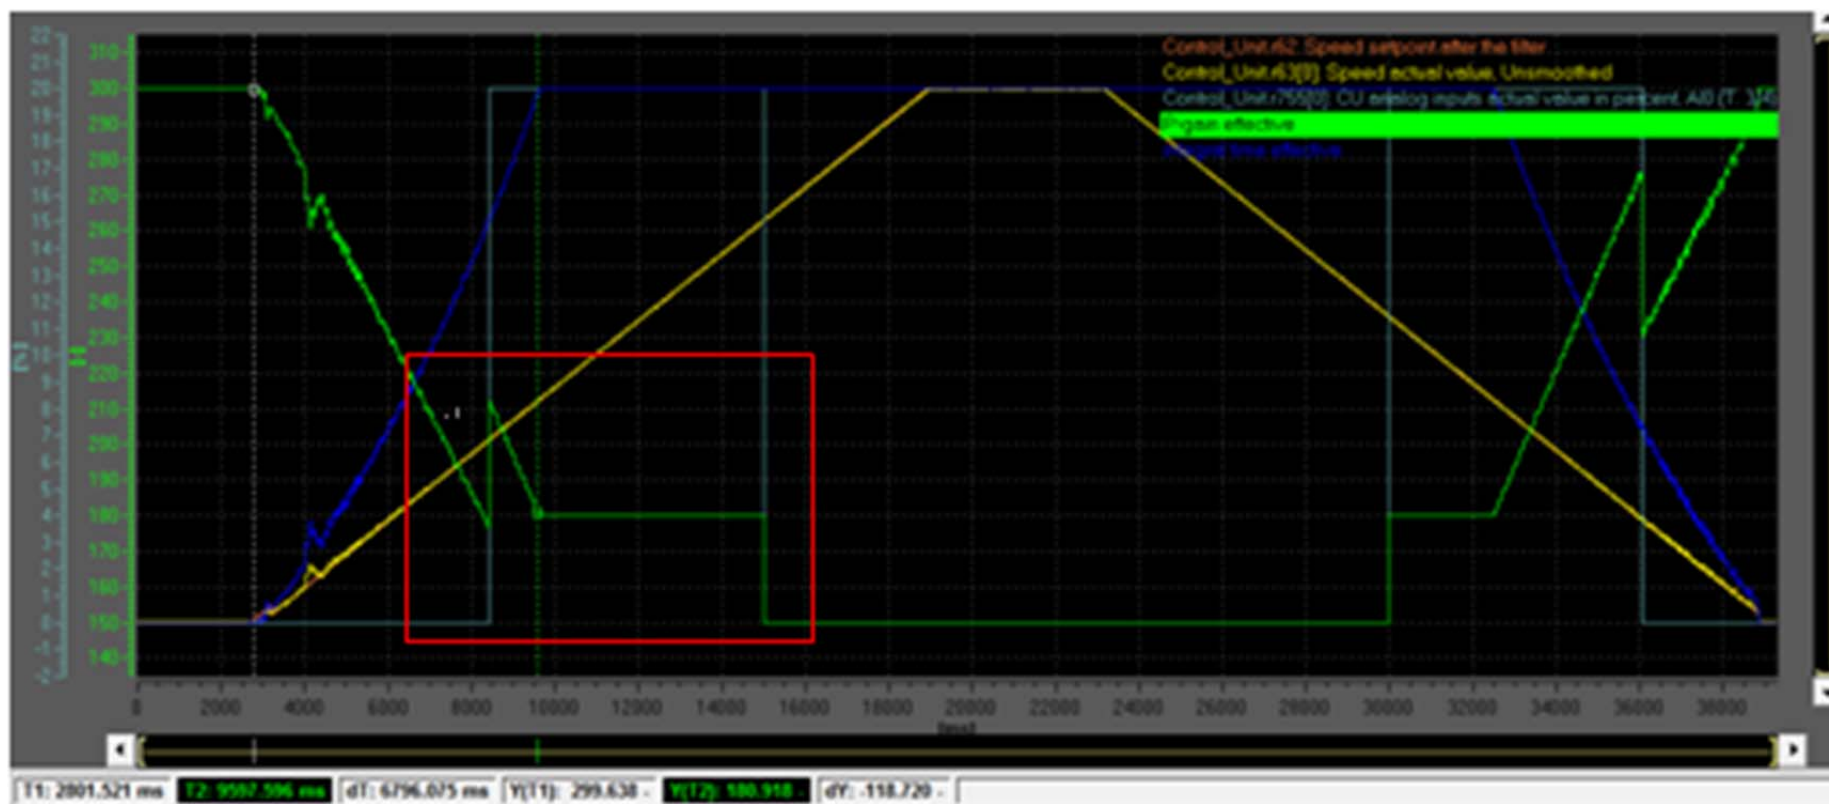

图 1-4 示例 2
**示例 2:** 激活转速控制器适配和自由  $Kp\_n$  适配, 使用模拟量作为 P1455 的给定值。当转速在 P1464 和 P1465 之间时, 转速控制器适配自动激活, 转速控制器适配的输出值与自由  $Kn\_n$  适配计算出的系数共同作用, 调节转速控制器的参数。转速控制器的增益 P-gain (绿线) 会根据 P1455 的值而自动调节, 如图 1-4 所示。